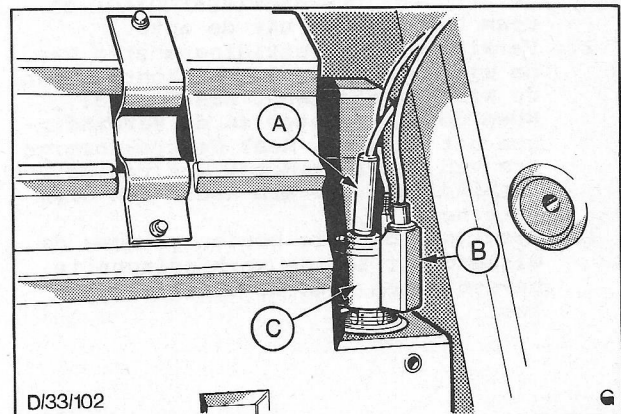

Fig. 31. Aansluiten van de draden op de sigarenaansteker
34. Sluit de draden aan op de sigarenaansteker, zie fig. 31 en monteer de onderste dashboardpanelen aan het instrumentenpaneel. Bevestig met schroeven.